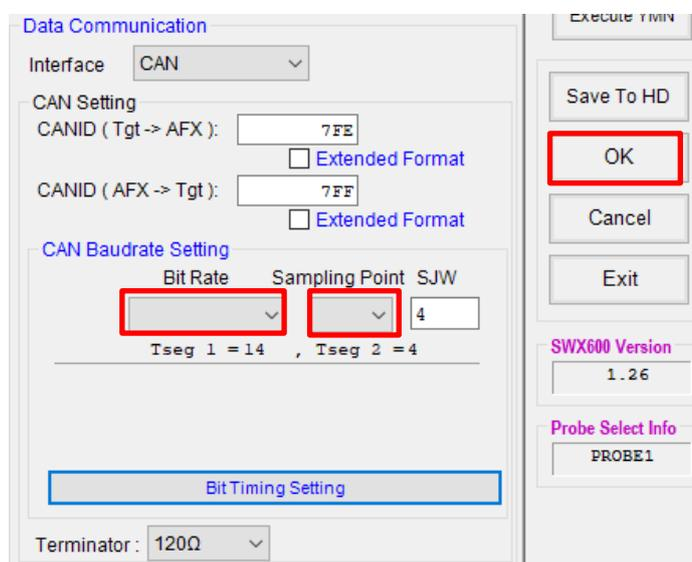

図3
4. デフォルトの設定に戻す場合には、" Bit Rate" → "Sampling Point"の順に再度選択し、OK ボタン (図3 赤枠) を押してください。